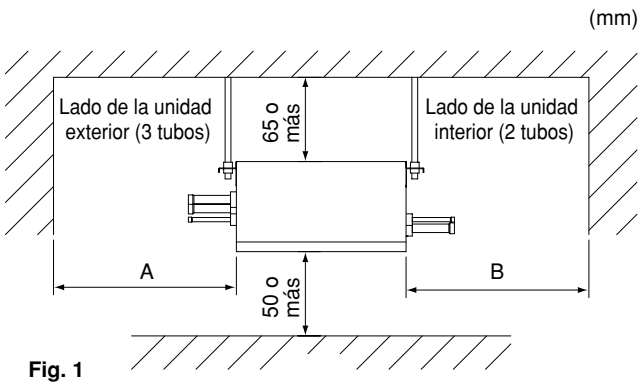

Fig. 1
- Donde haya suficiente espacio para el mantenimiento y servicio. **(Refiérase a la Fig. 1)**